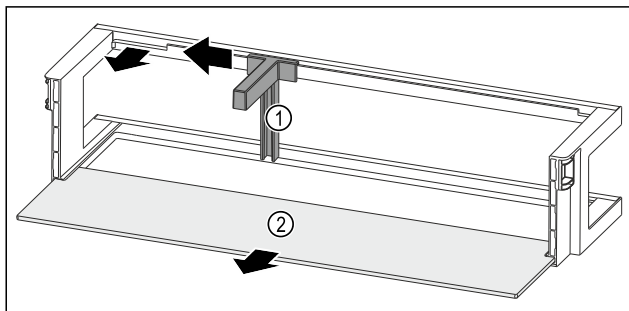

Fig. 57 Türabsteller mit Flaschenhalter und Abstellfläche
- Flaschenhalter Fig. 57 (1) bis zur Aussparung zur Seite schieben.
- Flaschenhalter Fig. 57 (1) entnehmen.
- Abstellfläche Fig. 57 (2) entnehmen.